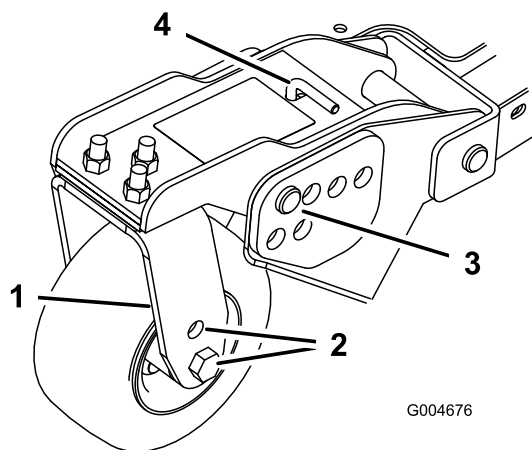
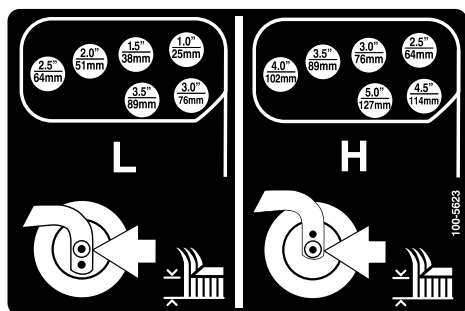

Figure 24
Figure 25
1. Placez les axes des roues pivotantes dans les mêmes trous sur toutes les fourches (Figure 22 et Figure 24).
6. Enlevez la goupille fendue et les axes de chape des bras de pivot (Figure 24).
7. Tournez la tige de tension pour élever ou abaisser le bras de pivot jusqu'à ce que les trous soient en face de ceux du support de hauteur de coupe sélectionnés dans le cadre du tablier de coupe (Figure 24 et Figure 25).